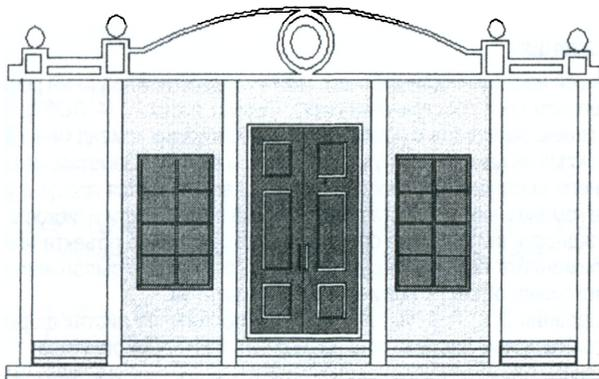

Рис. 6.14. Раскраска фасада здания с использованием простой заливки
6. Выполнить цветовую закрашку фасад здания (лаб. работа № 3), например, как показано на рис. 6.14 или по своему усмотрению, используя заливку контура.